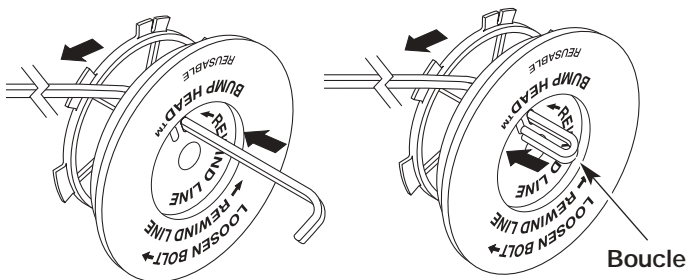

Fig. 41
8. Découpez environ 2,5 m (8 pi) de fil neuf. Insérez une extrémité de fil dans l'un des deux trous du moulinet intérieur (Fig. 41 ou 42). Tirez le fil jusqu'à ne laisser que 10 cm (4 po) environ.
9. Insérez l'extrémité du fil dans le trou ouvert du moulinet et tirez sur le fil pour que la boucle soit le plus petit possible (Fig. 41 ou 42).